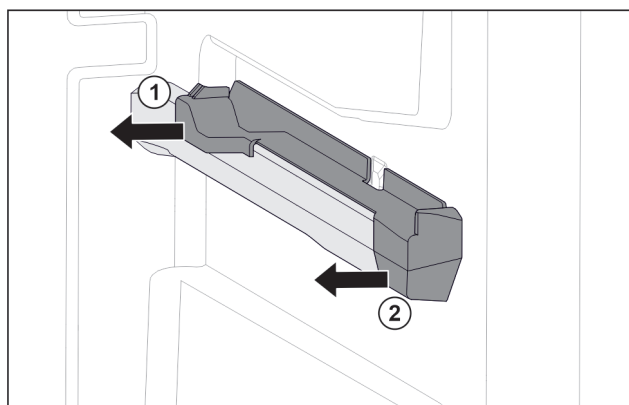

Fig. 93 Natični nastavek na desnemu nastavku za posodo
- ▶ Natični nastavek zadaj izvlecite v stran. Fig. 93 (1)
- ▶ Natični nastavek spredaj izvlecite v stran. Fig. 93 (2)